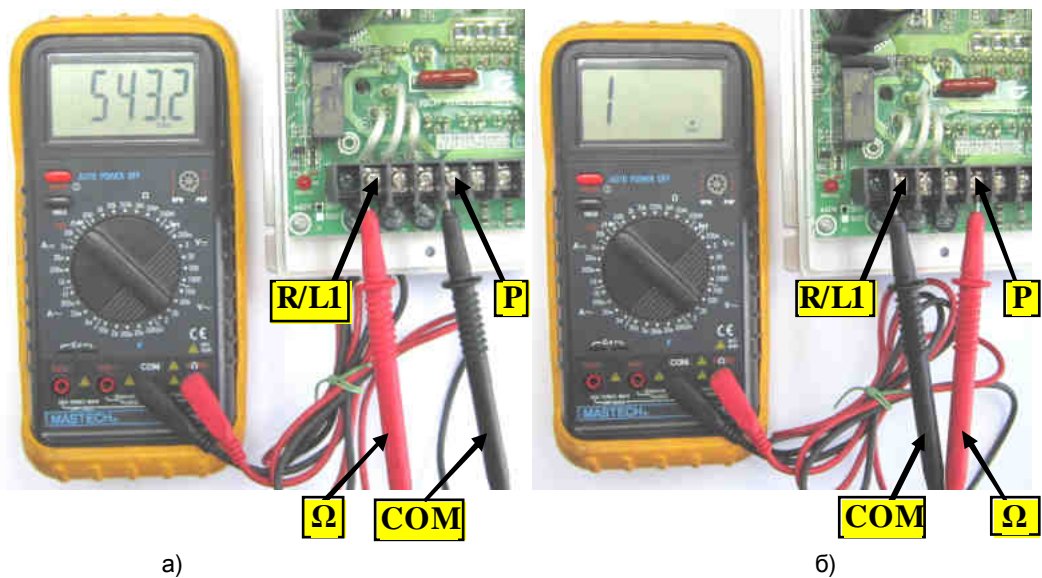

Рис.4.5 Проверка входных силовых цепей относительно клеммы Р
- 4.7.3. Проверить цепь P-R/L1, как показано на рис. 4.5. При исправной матрице цепь «звонится» как диод (при прямой проводимости показания прибора 200.....1000, рис. 4.5.а, при обратной проводимости – «Обрыв цепи», рис. 4.5.б).